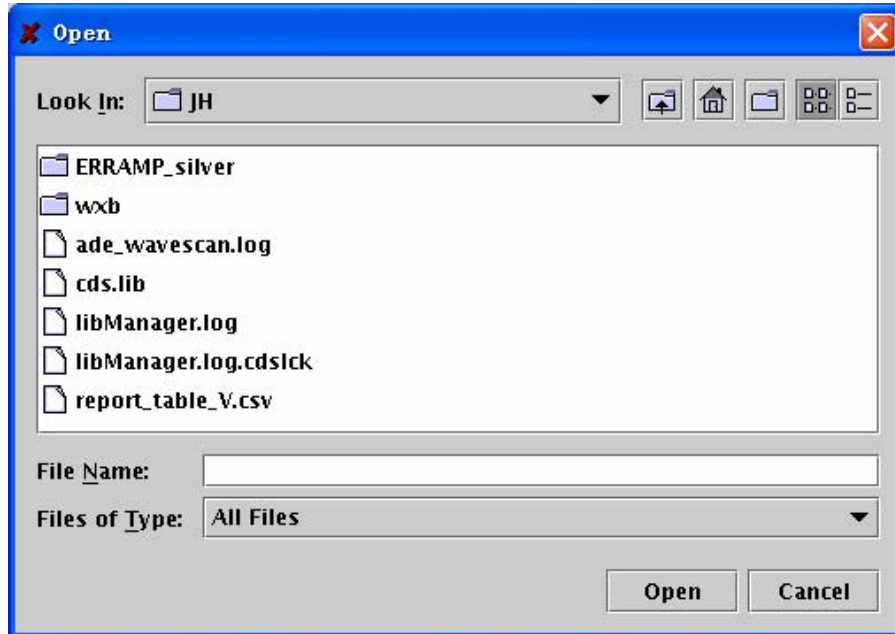

图 12.37 波形文件的载入
- 1) 同样在图形界面窗口，选择“Trace” → “Load”，将会弹出“Open”对话框，如图 12.37 所示：